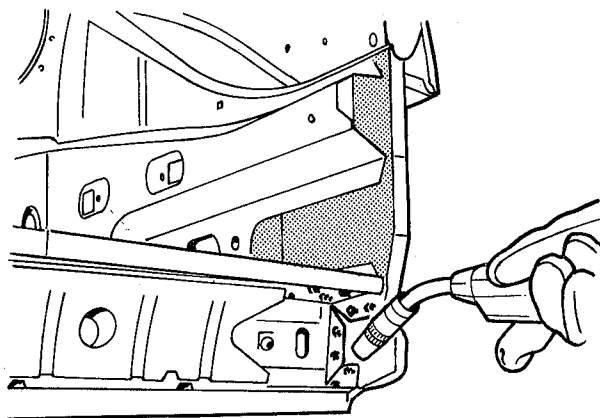

fig. 80
4. Soldar a travessa às longarinas e saias dos pára-lamas, com solda MIG (fig. 80)